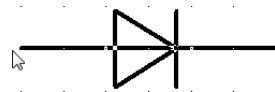

图 3-33 放置元器件
3) 选中元器件后，在对话框中将显示元器件符号和元器件模型的预览。确定该元器件是所需要放置的元器件后，单击“确认”按钮或双击该元器件，光标将变成十字形状并附着元器件 1N4148 的符号出现在工作窗口中，如图 3-33 所示。